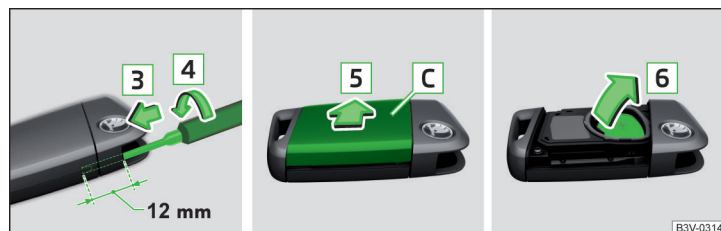

Fig. 350 Démontage le cache / retirer la pile
- Insérez un tournevis à tête plate fin (3 mm d'épaisseur) à 12 mm env. dans l'ouverture en résultant dans le sens de la flèche **3** » fig. 350.